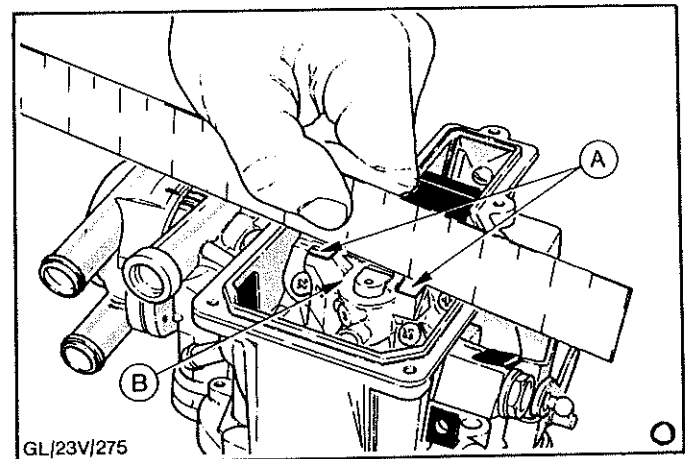

Abb.53 Düsenträger einstellen
19. Lufttrichterventil ganz geöffnet halten und Düsenträger mit neuer Dichtung vorsichtig in Einbaulage bringen. Düsenträger lose montieren und mit einem Lineal so einstellen, daß die zwei Bezugsflächen "A" in Abb.53 mit der oberen Kante des Vergasergehäuses in einer Ebene liegen.